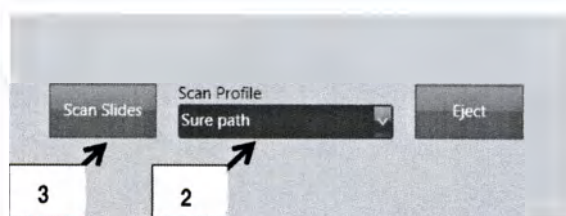

Рисунок 48
В следующем окне выберите профиль сканирования для загруженных препаратов (2). Смотрите рисунок 48. В Настройках могут быть определены несколько профилей сканирования.
Запустите процесс сканирования нажатием кнопки SCAN SLIDES (Сканирование препаратов) (3). Смотрите рисунок 48.